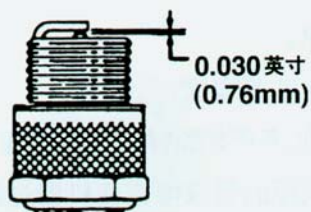

图 35
3. 设定火花塞空气间隙为 0.030 英寸(0.76mm)。(图 35)